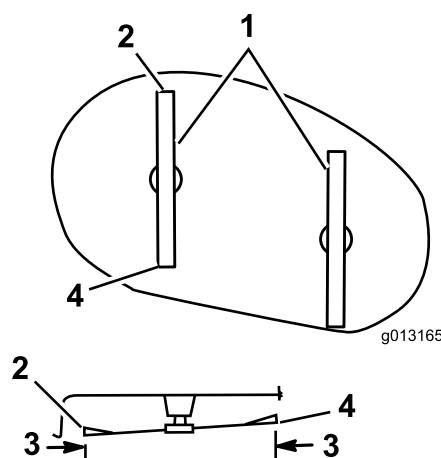

Figure 43
- Mesurez la distance entre la pointe avant de la lame gauche et la surface plane (Figure 43). Répétez l'opération pour la pointe arrière de la lame gauche.